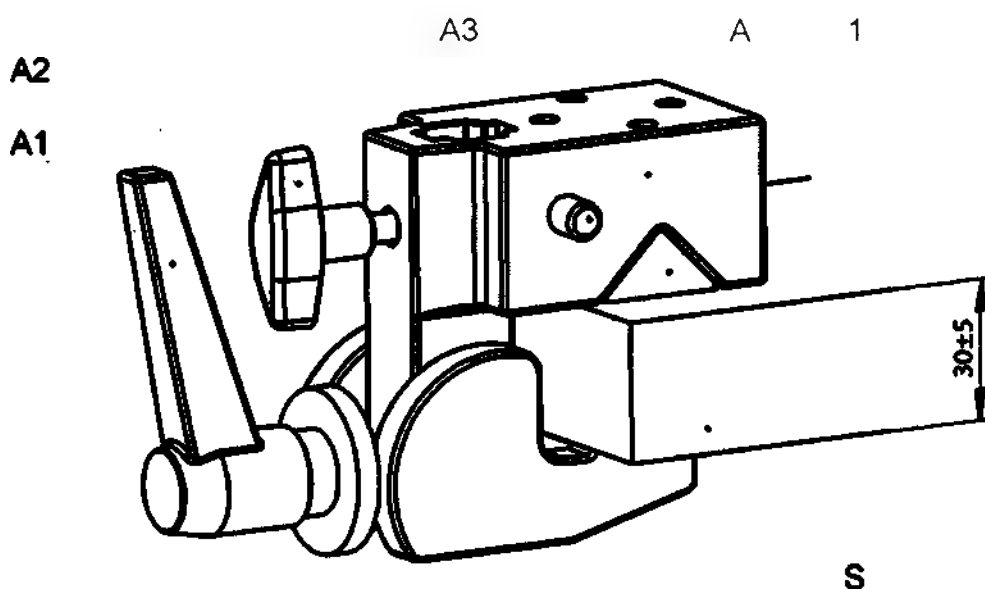
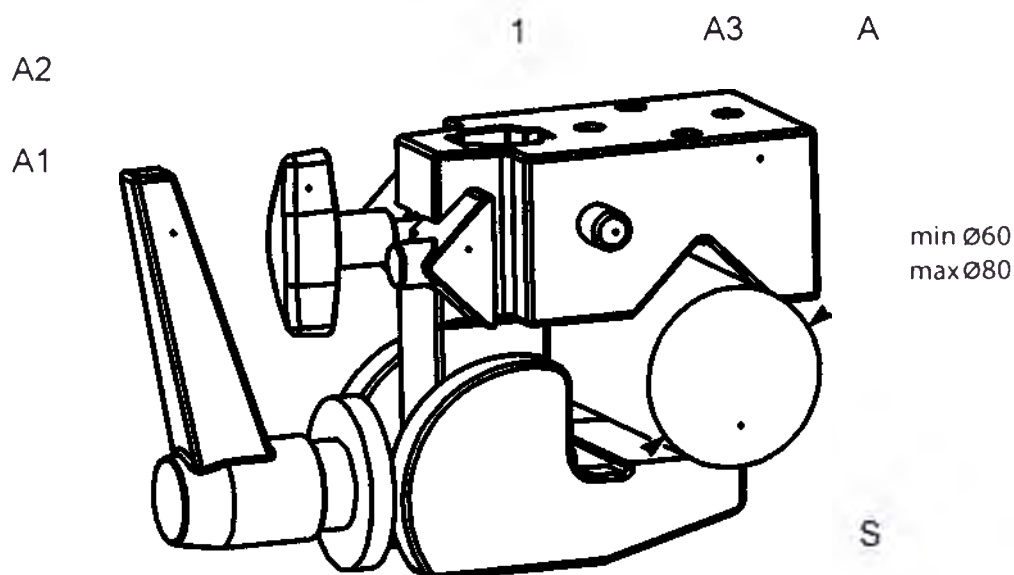
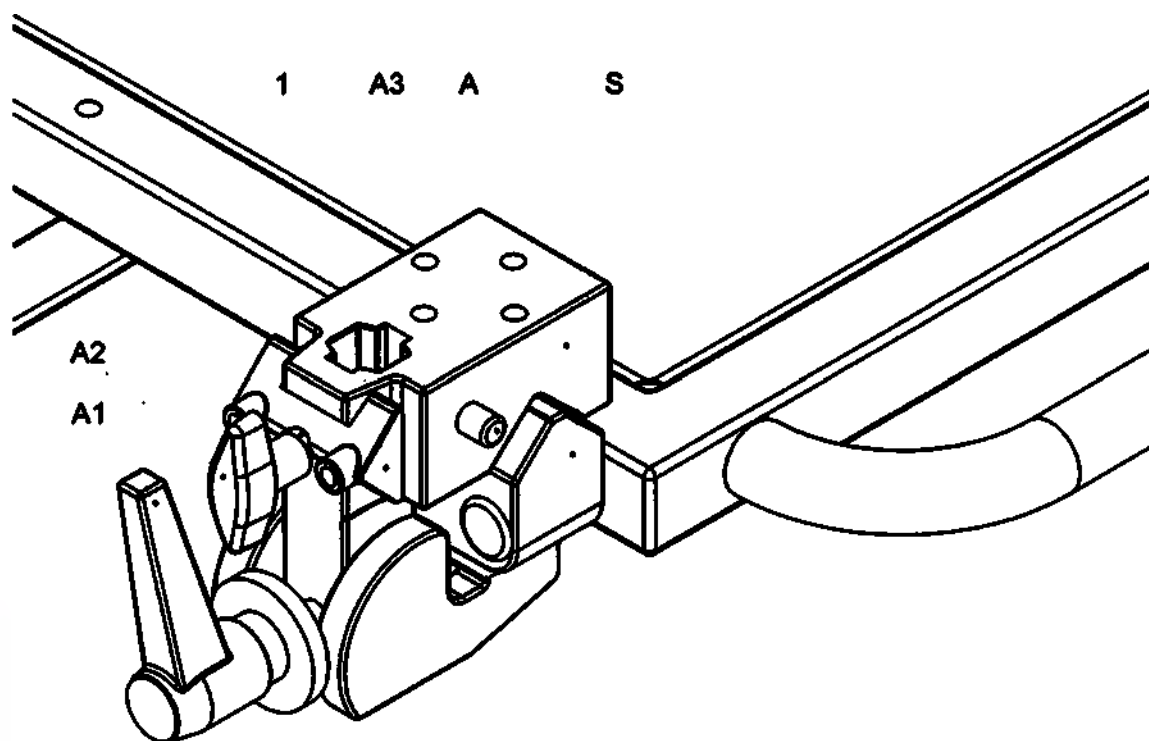

Рис. 5. Установка кронштейна на плоскую поверхность.
Рис. 6. Установка кронштейна на цилиндр.
Рис. 7. Установка кронштейна на призматический адаптер.
- установочная призма (1);
- штанги (2), (3);
- винт фиксации (4).
На рис. 5, рис. 6, рис. 7 показано крепление кронштейна (А) на плоскую и цилиндрическую поверхность (S), а также на специальный призматический адаптер.
1. Установочную призму (1) установите в призматический паз трубки (А) (рис. 5) (только при установке на плоскую поверхность).
При установке кронштейна на цилиндрическую поверхность (S) (рис. 6) или на специальный призматический адаптер (рис. 7) призматическую вставку (1) во избежание ее утраты можно закрепить монтажным винтом (А2) на корпусе трубки.
2. Установите трубку (А) на плоскую поверхность, или на цилиндр, или на призматический адаптер (рис. 5, рис. 6, рис. 7) и зафиксируйте ее, поворачивая рукоятку (А1) по часовой стрелке. Проверьте, надежно ли закреплена трубка (А).